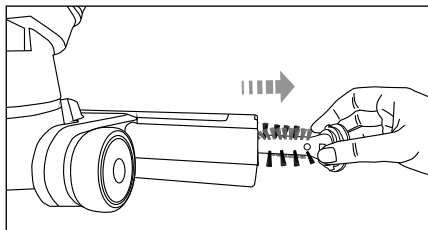

Fig. 8
- 3) Extraiga el rodillo de cepillos **18** de la boquilla para suelos **16** (fig. 8).